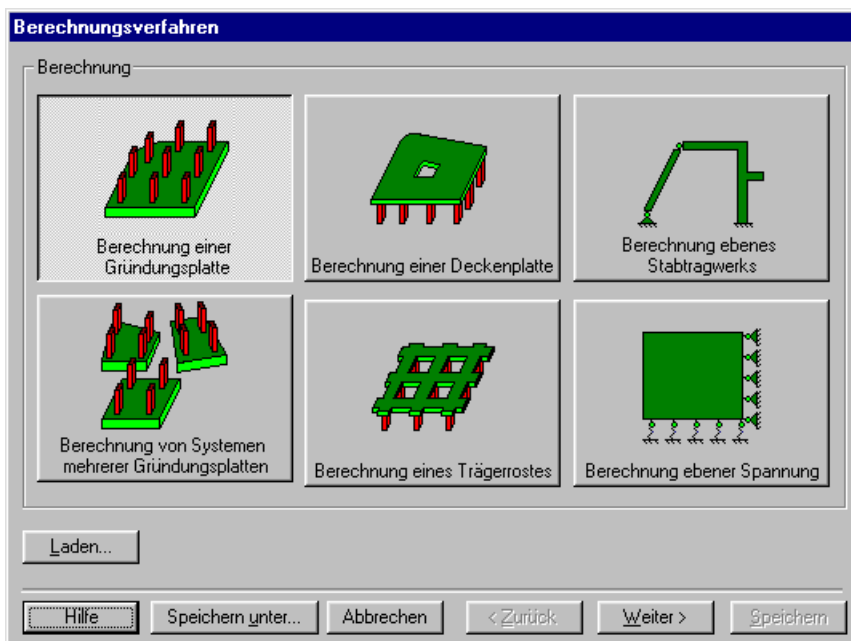

Bild 1-3 Wizard-Assistent "Berechnung"
Wählen Sie "Neues Projekt" aus dem "Daten"-Menü des *ELPLA-Daten*-Fensters. Der Wizard-Assistent im Bild 1-3 erscheint. Er vereinfacht den Prozess mit Hilfe der Standard- und vertrauten Wizard-Oberfläche. Ein Wizard-Assistent ist eine Reihe von Menüs in einem speziellen Fenster, die durch eine Aufgabe helfen.
- Wählen Sie "Berechnung einer Gründungsplatte" (wie in Bild 1-3 gezeigt)